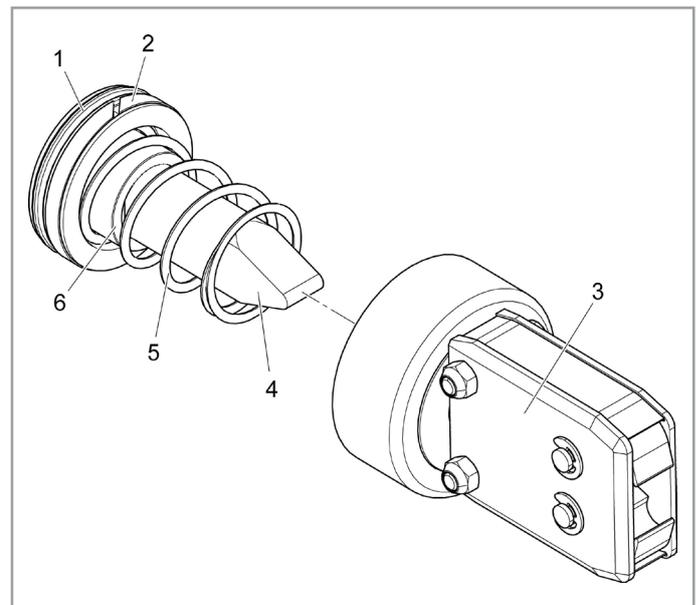

Abb. 80 Zangenkopf-Set
- Lippendichtung (Abb. 80/1)
- Kolbenführungsband mit Keilkolben (Abb. 80/2)
- Zangenkopf (Abb. 80/3)
- Keil (Abb. 80/4)
- Druckfeder (Abb. 80/5)
- Distanzscheibe (Abb. 80/6)